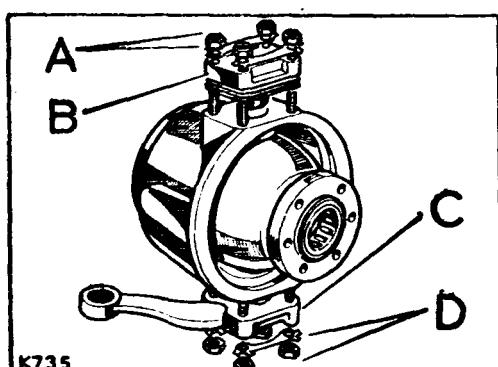

Fig. F1-43.- Tapa inferior y brazo de complemento
- 1.3.- Desmontar el soporte del extremo del pivote y brazo de acoplamiento, C (Fig. F1-43).